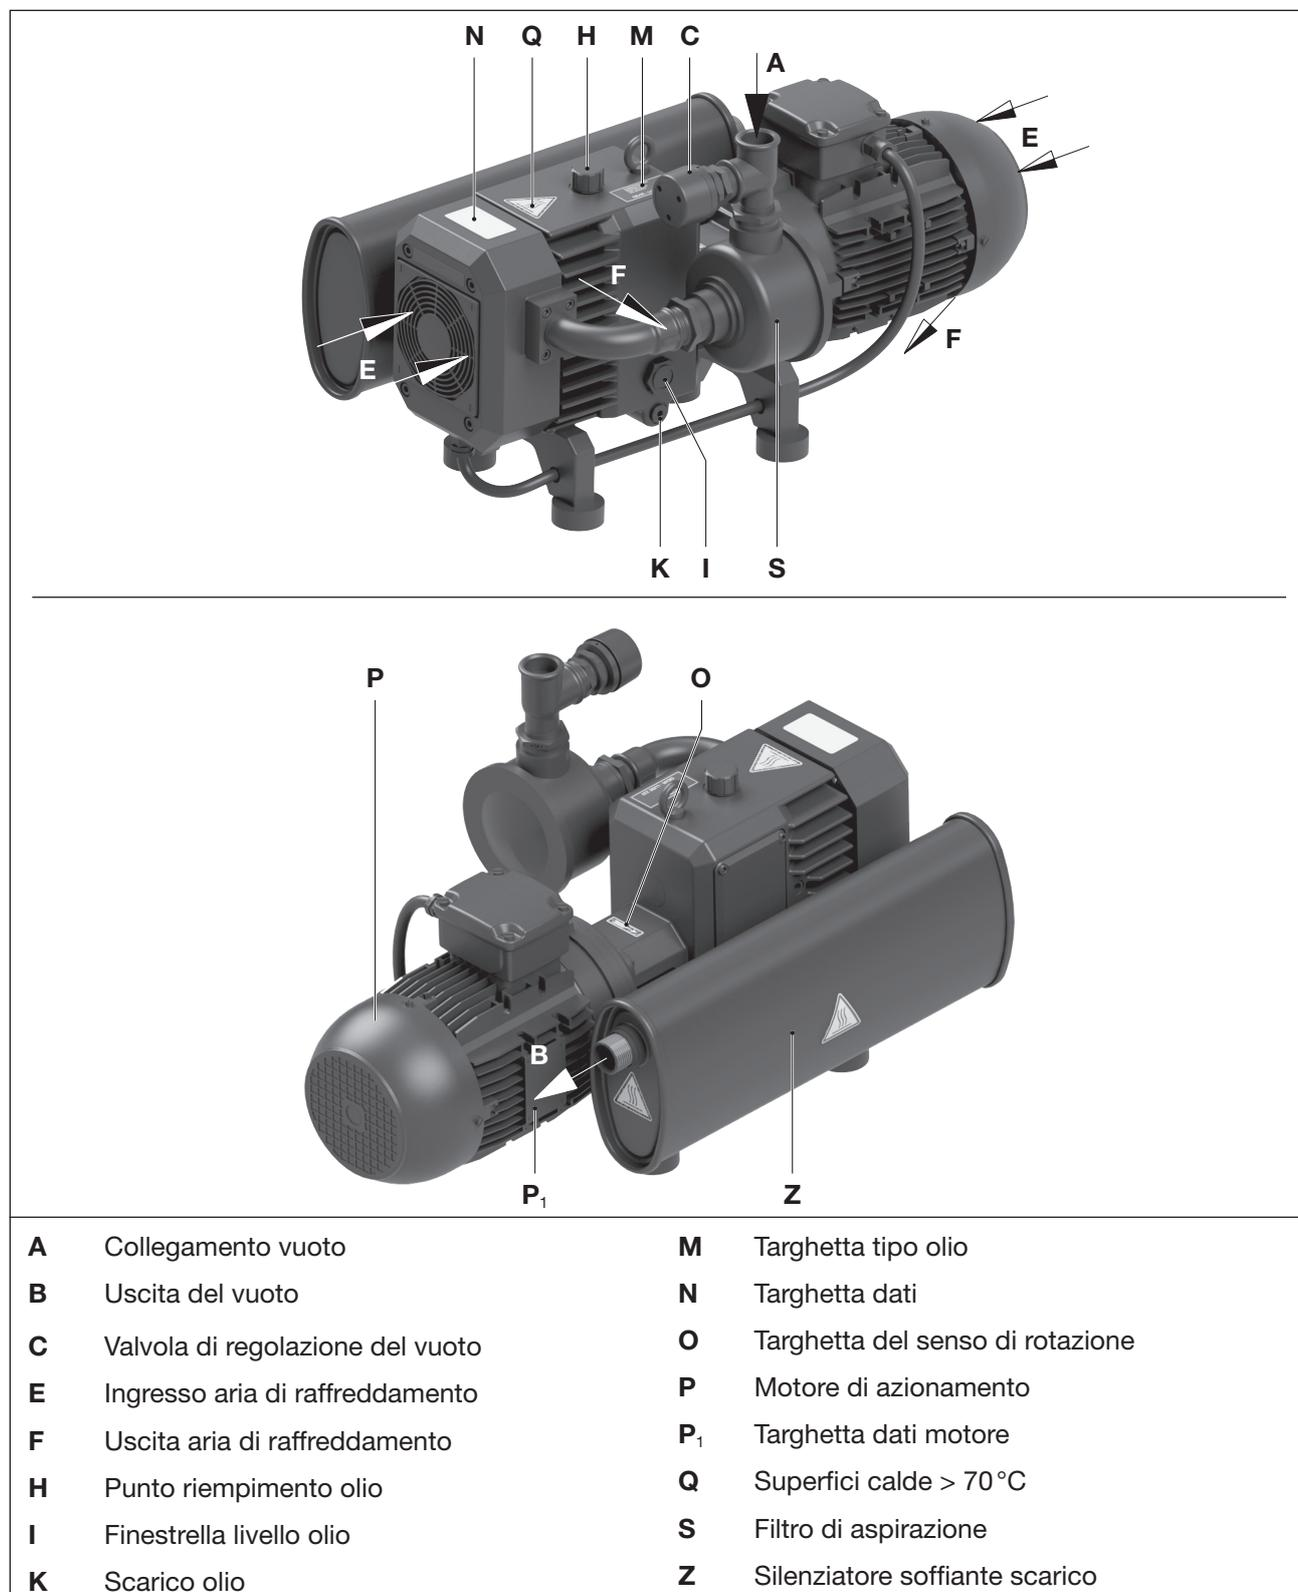
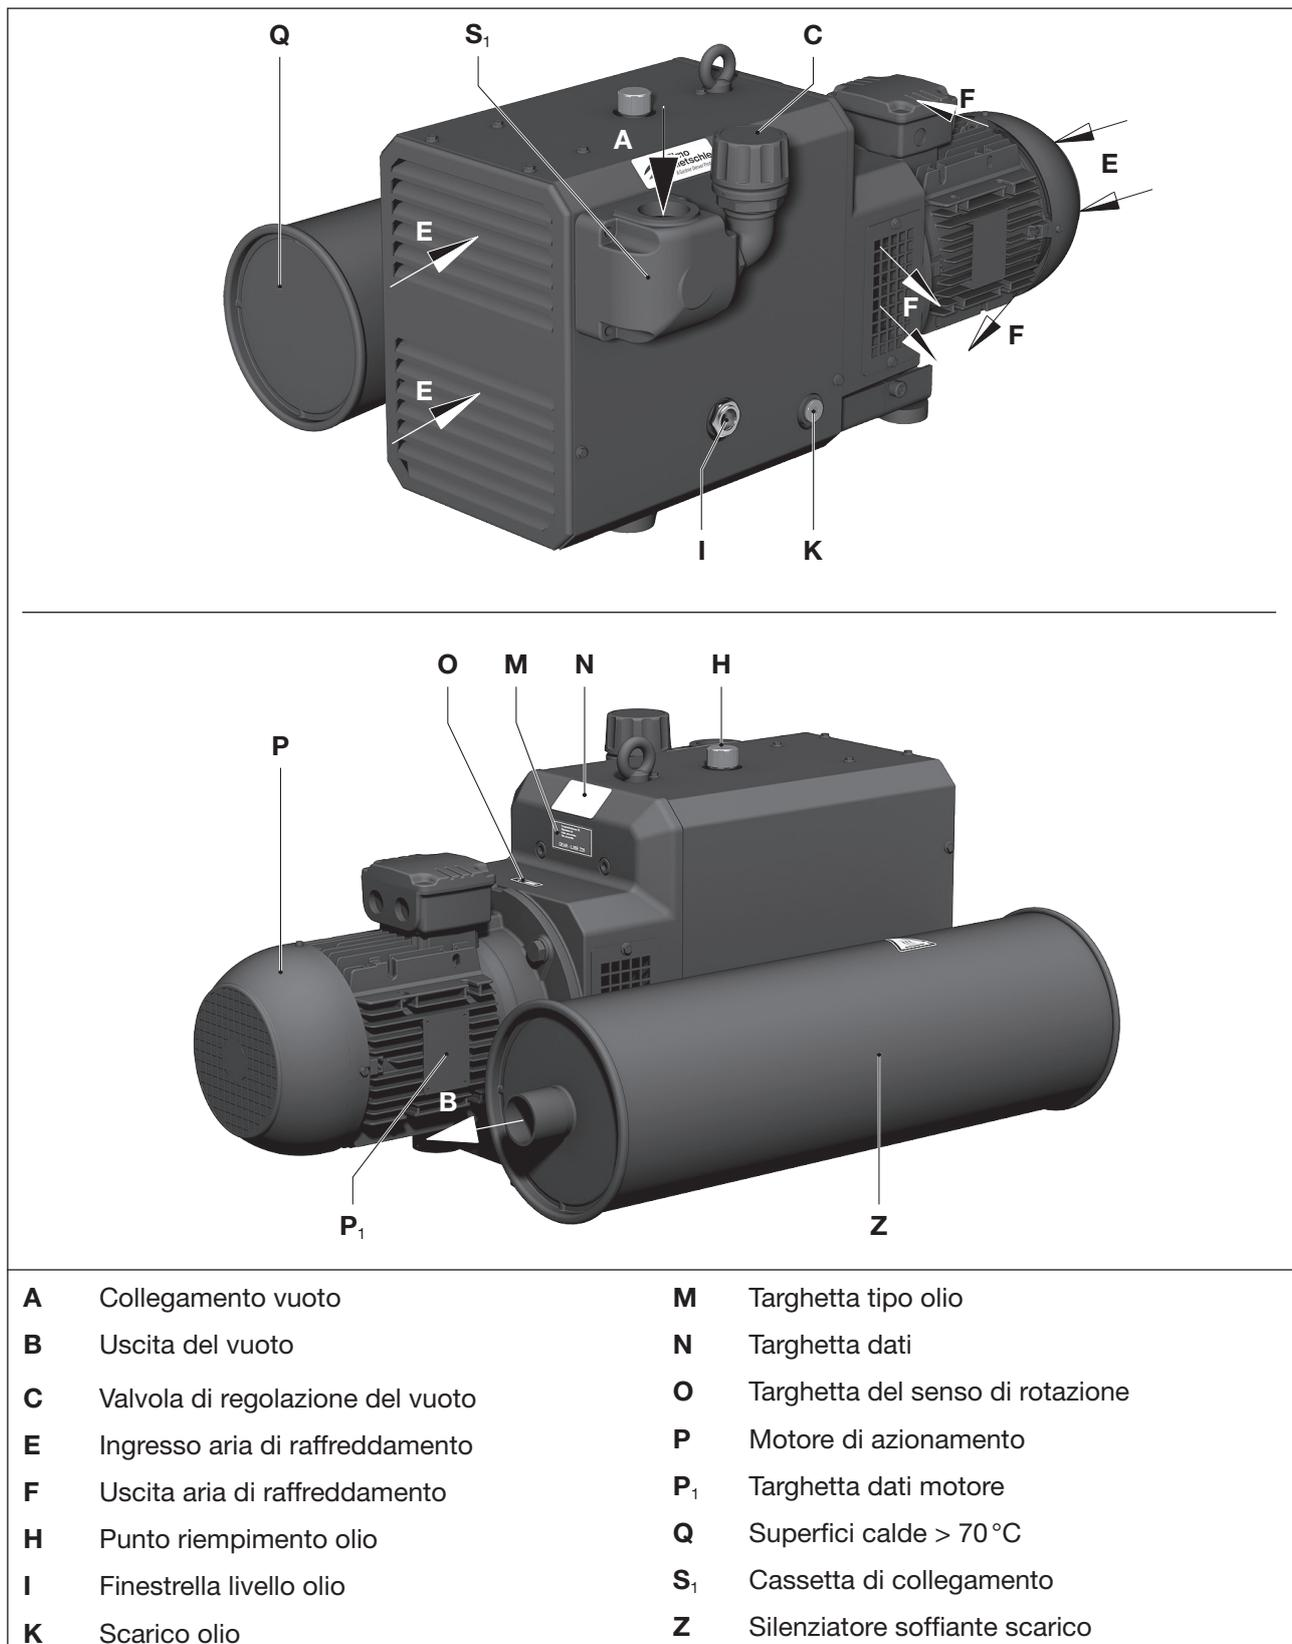
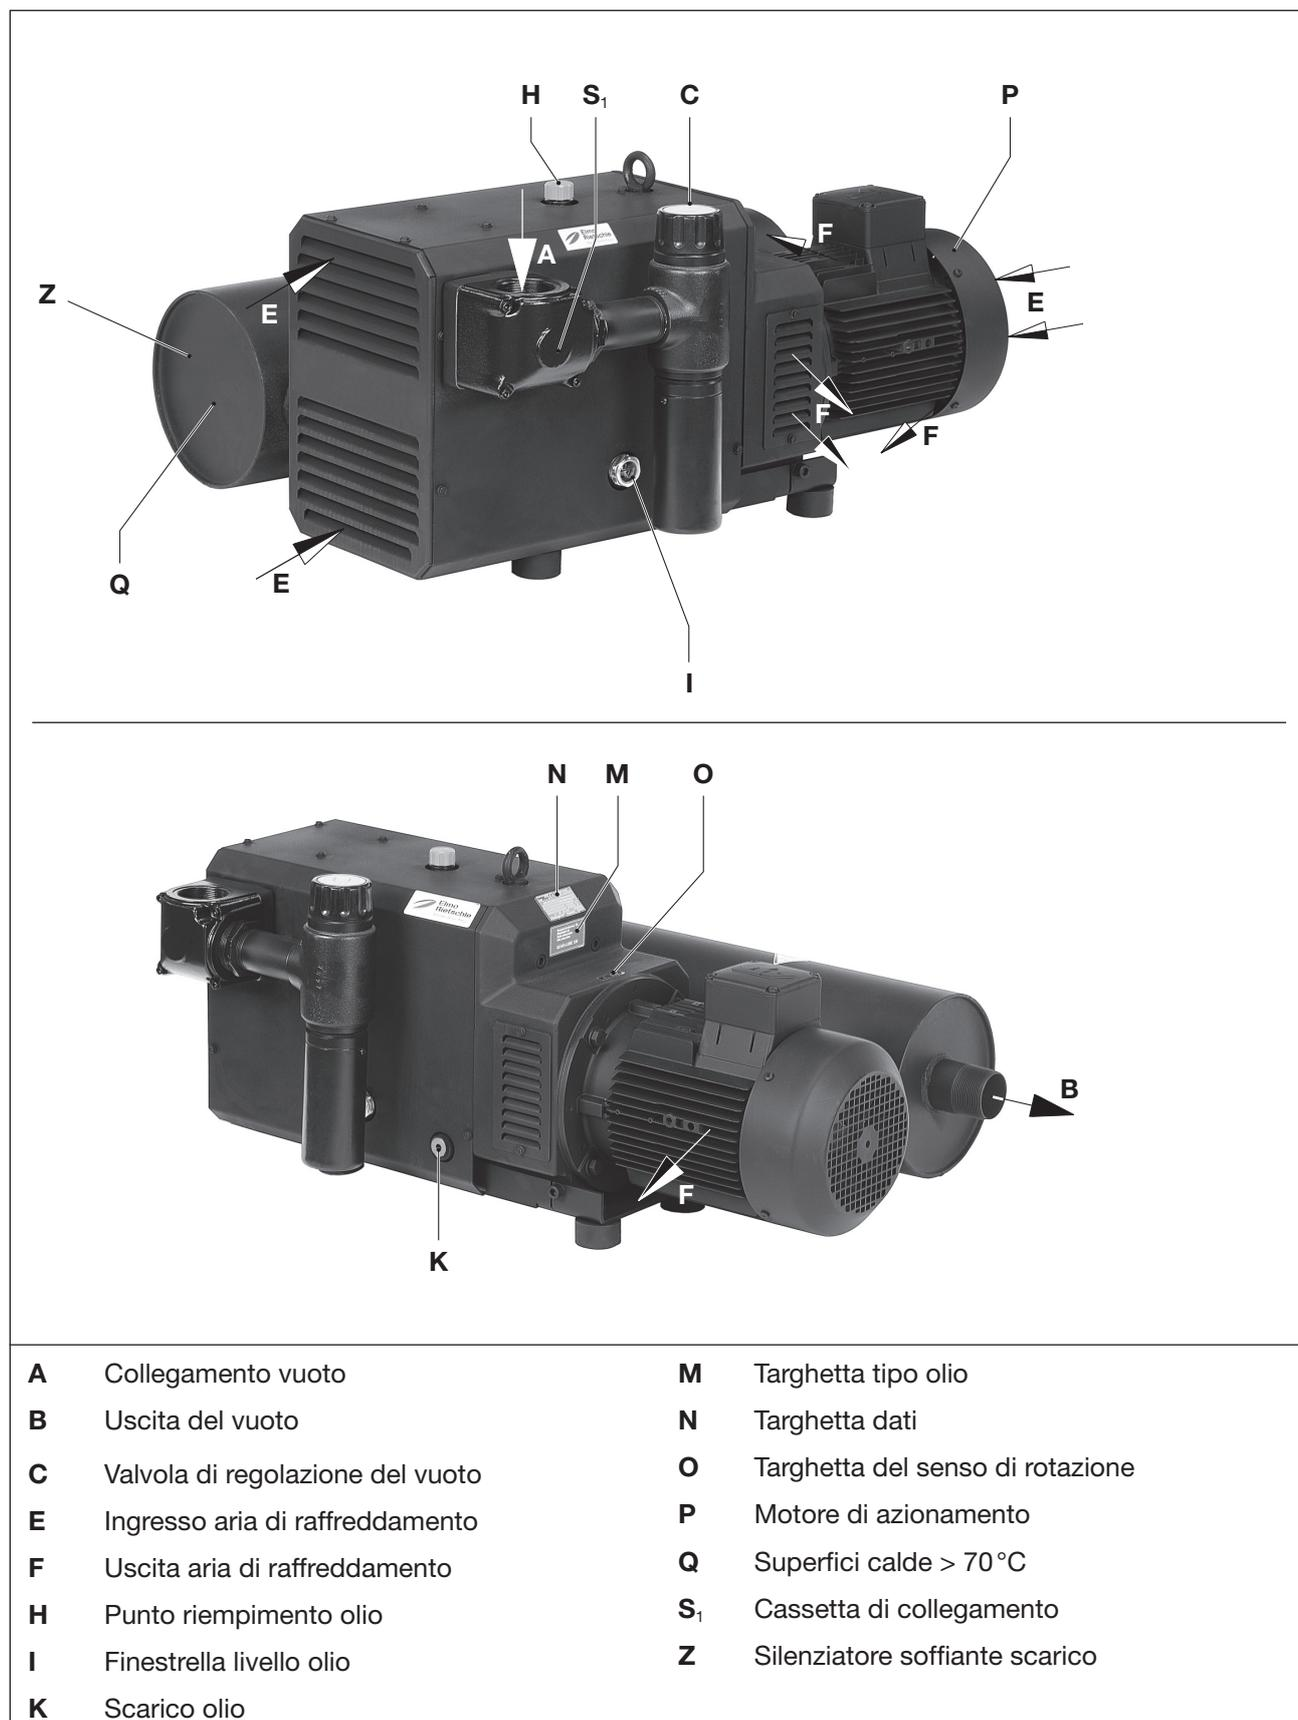

Fig. 2 Pompa vuoto C-VLR 60
Fig. 3 Pompa per vuoto C-VLR 100 | 150
Fig. 4 Pompa vuoto C-VLR 251
Una valvola di regolazione del vuoto (Fig. 2/C a Fig. 4/C) permette la regolazione al vuoto desiderato e serve anche come valvola di limitazione.
- Il bocchettone di riempimento dell'olio (Fig. 2/H a Fig. 4/H), le finestrelle ispezione olio (Fig. 2/I a Fig. 4/I) e gli scarichi olio (Fig. 2/K a Fig. 4/K) devono essere facilmente accessibili.
- Prevedere una distanza fra filtro di aspirazione (Fig. 2/S) e cassetta di aspirazione (Fig. 3/S₁, Fig. 4/S₁) di **almeno 40 cm** per lo svolgimento dei lavori di manutenzione.
- Collegare la tubatura al collegamento vuoto (Fig. 2/A a Fig. 4/A).
- L'aria aspirata può essere soffiata tramite lo scarico di uscita aria (Fig. 2/B a Fig. 4/B) sul silenziatore soffiante scarico (Fig. 2/Z a Fig. 4/Z) o trasportata fuori tramite flessibile o tubazione.
Il vuoto può essere regolato ruotando la manopola di regolazione (Fig. 2/C a Fig. 4/C) in base alla targhetta dei simboli sulla manopola.